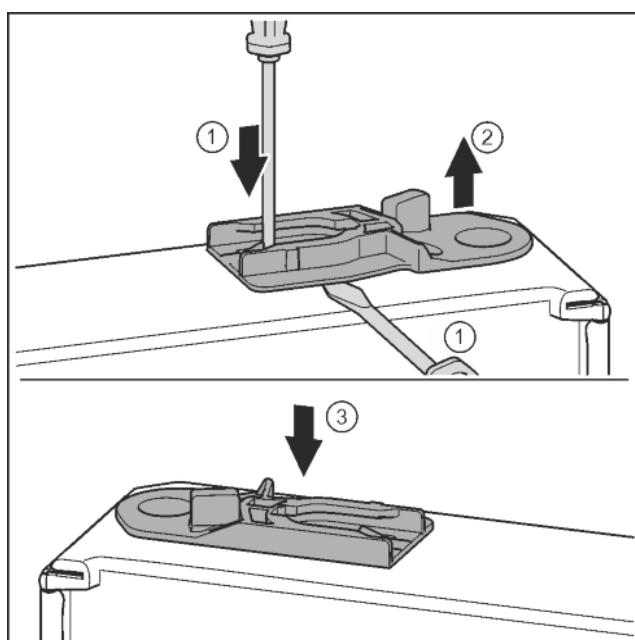

Fig. 35
- Витягніть направляюче гніздо: Натисніть шліцевою викруткою накладку і одночасно підвідіть її під направляюче гніздо. Fig. 35 (1, 2)
- Направляюче гніздо, що входить до складу постачання, вставте з іншого боку корпуса. Fig. 35 (3)